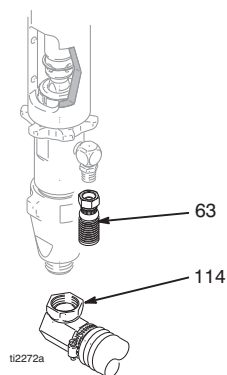

FIG. 7
3. (Afb. 7) Verwijder de aanzuigbuis (114) en de verfslang (63) (verwijderen vanaf de kant van de wartel).